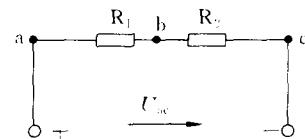

图 1-10
**例 1.5** 在图1-10中,已知 $U_{ac} = 3V$ , $U_{ab} = 2V$ ,试分别以a点和c点作参考点,求b点的电位和b、c两点间的电压。